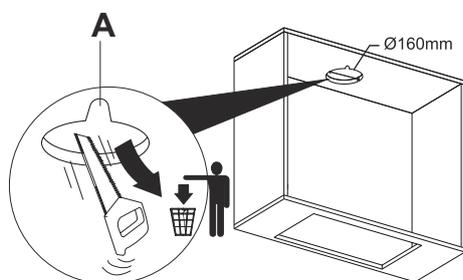

Fig. 14
2. Corte la cubierta superior del gabinete al tamaño especificado para la chimenea de salida de aire de la campana (Fig. 14) Si el cable de alimentación debe pasar cerca del conducto de descarga de aire, proporcione una sección transversal.